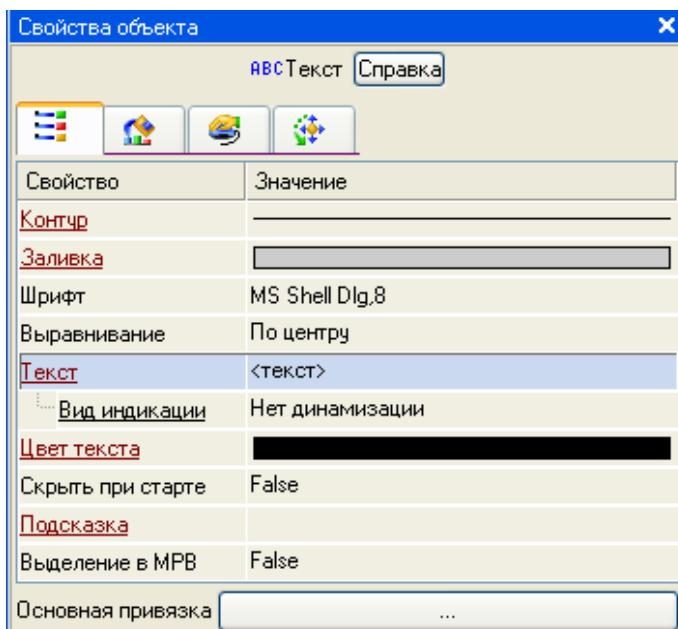

Рис. 3.5
- подвійним натисненням ЛК на рядку **Текст** викликати меню **Вид індикації** (рис. 3.5);